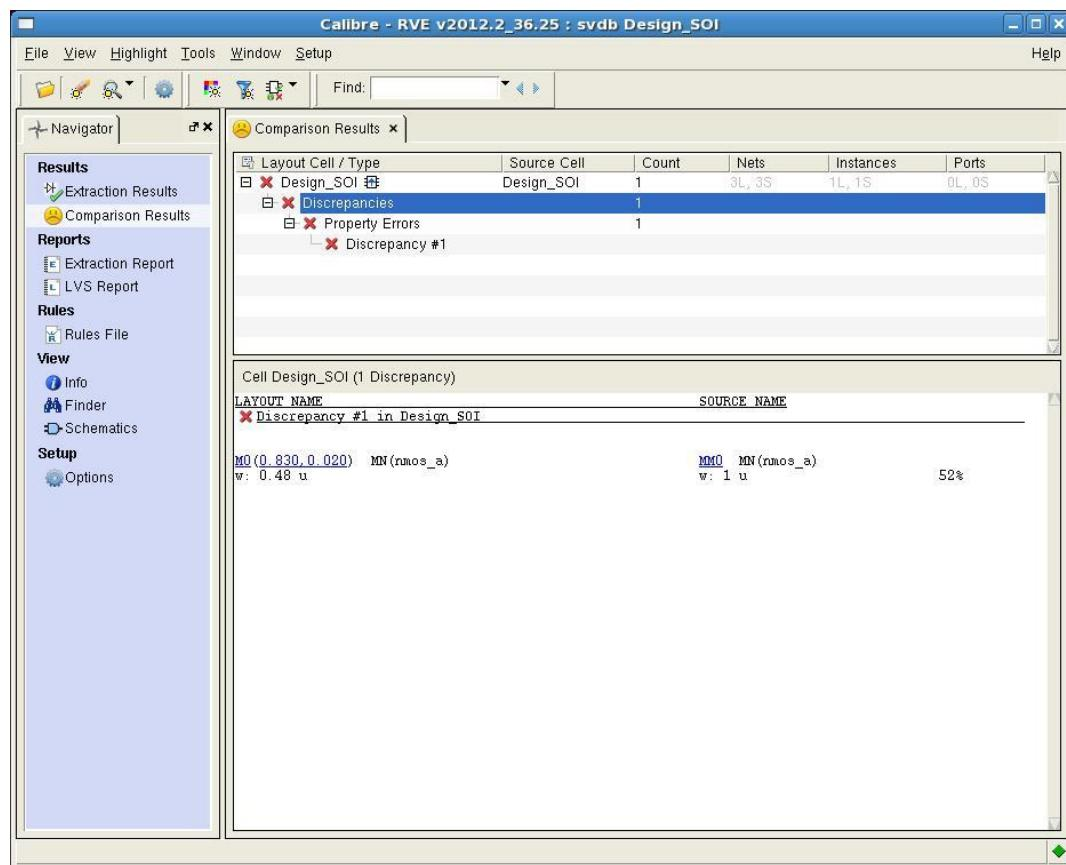

Рис. 9.10. Окно Calibre LVS RVE с результатами LVS-проверки.
- 7) После окончания проверки автоматически появится окно Calibre LVS RVE, в котором отобразятся результаты LVS-проверки (сравнения) (рис. 9.10).